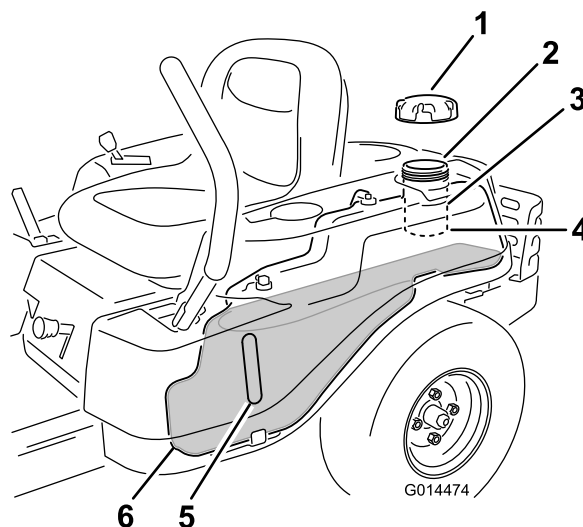

Figura 9
Nota: Pode utilizar a janela do combustível para verificar a presença de gasolina antes de encher o depósito (Figura 9).
2. **Lentamente** adicione gasolina normal, sem chumbo até o combustível chegar à base do tubo de enchimento (Figura 9).